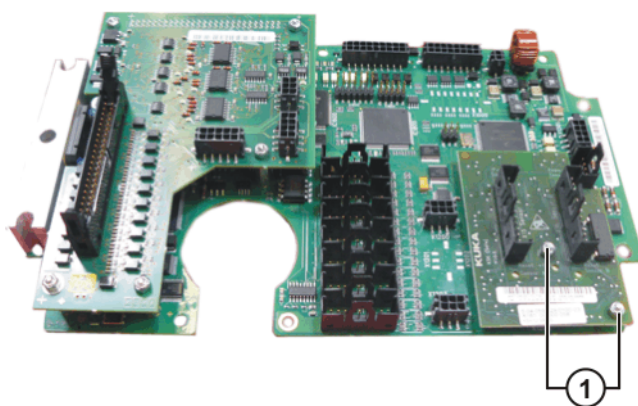

图 11-15: 更换 KSK 电路板
2. 取下 KSK 电路板的六角螺丝。(>>> 图 11-15)